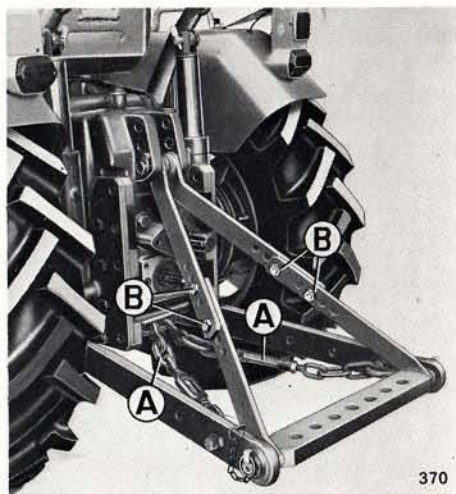

Fig. 110 - Barre d'attelage
Pour l'attelage d'outils vous pouvez appliquer au tracteur une barre (fig. 110) avec 7 différentes position d'accrochage. Eviter que ces outils soient d'un poids excessif pour la barre car alors le tracteur pourrait se cabrer. La hauteur du sol à la barre peut être réglée en tournant les vis **B** (fig. 110).
N.B. - Rappelez-vous qu'il est nécessaire d'appliquer et de tendre les chaînes **A**, dans la position la plus haute du releveur (fig. 110) de façon à éviter des oscillations latérales excessives de l'outil trainé. De plus, vous devez toujours enlever les tirants de relevage.